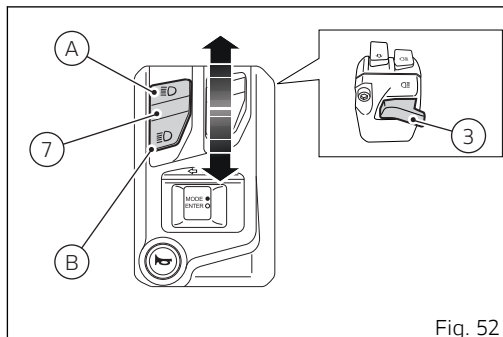

Fig. 52
Si se activa la luz de cruce, también es posible encender la luz de carretera con el pulsador (7, Fig. 52) posición (A) o activar la ráfaga con el pulsador (3, Fig. 52).
Si durante el key-on no arranca el motor, es posible activar las luces de cruce/carretera presionando el pulsador (7, Fig. 52) las posiciones (B) y (A) o activar la
ráfaga con el pulsador (3, Fig. 52) en el conmutador izquierdo.
Presionando el pulsador (7, Fig. 52), además de encenderse las luces de carretera y de cruce, se apaga la luz DRL. Al soltar el pulsador de las luces
(7, Fig. 52), la luz DRL vuelve a encenderse automáticamente.